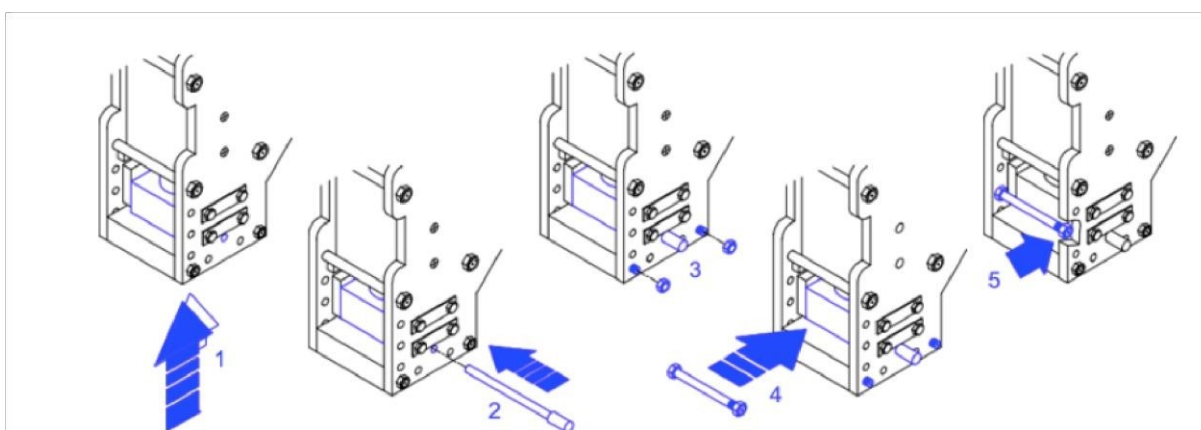

Fig.21. Structura grupului de ciocane 1-5
- Introduceți o mână în șablonul pentru ciocanul de stâlp (1), astfel încât ciocanul de stâlp să fie împins în sus cu scopul de a introduce un știft de sprijin (2) în orificiul corespunzător, așa cum se arată în fig.21, pentru a bloca coborârea ciocanului de stâlp;
- În continuare, operatorul îndepărtează doar două dintre piulițele cu șuruburi, prezentate în figura (3), care fixează șablonul ciocanului de stâlp pe structura grupului de ciocane, fără a extrage știfturile.
- Operatorul introduce apoi șurubul dilatator cu piuliță în structura grupului de ciocănele, așa cum se arată în figura (4). Apoi, operatorul va activa piulița cu șurub plasată pe același șurub, (5) cu ajutorul unei chei. O astfel de acțiune deschide părțile laterale ale structurii grupului de ciocane și facilitează îndepărtarea șablonului ciocanului de piloți;